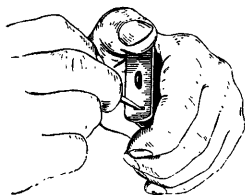
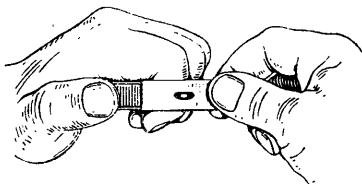

Рис. 83. Как утопить задержку крышки
Рис. 84. Как снять крышку магазина
5) **разобрать магазин:** взяв магазин в левую руку крышкой кверху и задней стенкой к ладони, заточенным концом спички (палочки) утопить зуб задержки (рис. 83) и одновременно большим пальцем левой руки сдвинуть крышку слегка вперед; большим и указательным пальцами правой руки снять крышку (рис. 84) за вы-